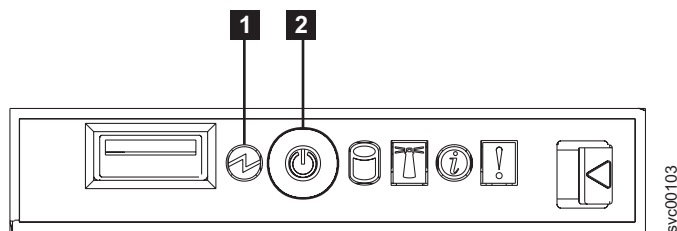

図 110. SAN ボリューム・コントローラー 2145-8F2 のオペレーター・パネル表示装置
1. SAN ボリューム・コントローラー 2145-8F2 の電源 LED **1** (図 110) または